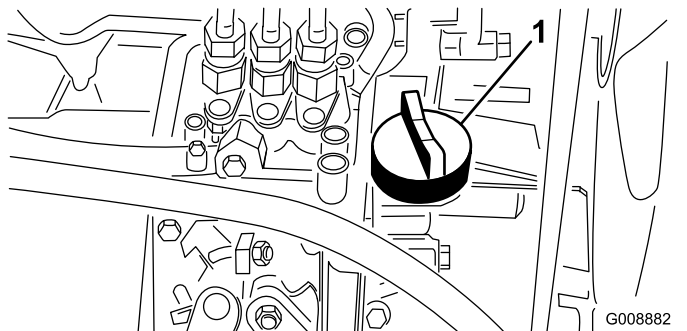

Bild 29
4. Entfernen Sie bei niedrigem Ölstand den Ölfülldeckel (**Bild 29**), gießen langsam kleinere Ölmengen ein und prüfen den Stand regelmäßig, bis die Voll-Markierung am Peilstab erreicht wird.